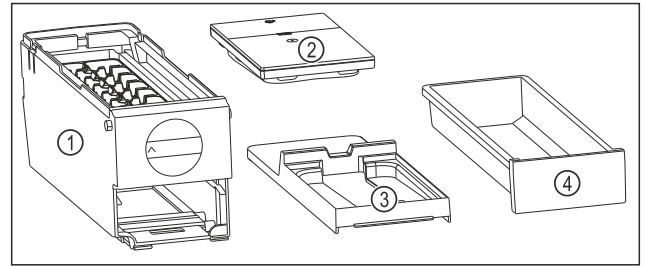

Fig. 84 Composants de l'EasyTwist-Ice
- ▷ L'EasyTwist-Ice est démonté en quatre parties. (voir Fig. 84)
- ▶ Ne démonter l'EasyTwist-Ice que de la manière illustrée. (voir Fig. 84)
- ▶ Nettoyer le corps de l'EasyTwist-Ice Fig. 84 (1) dans son ensemble.